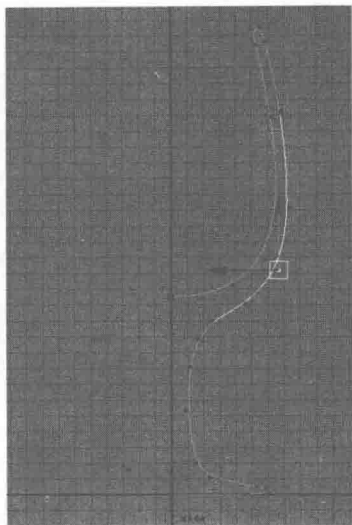

图 1-10
7) 如果曲线绘制不够理想, 可以选中曲线并按 **<F8>** 键进入 “点编辑” 模式, 通过  (移动工具) 对曲线进行移动编辑。在编辑完成后, 再次按 **<F8>** 键关闭点编辑模式, 如图 1-10 所示。